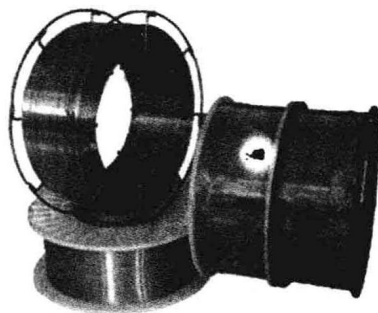

图 1-6 CO₂ 气体保护焊焊丝
(2) CO₂ 气体保护焊焊接过程中产生的熔渣极少, 多层多道焊时层间不必清渣。
(3) CO₂ 气体保护焊采用整盘焊丝(图 1-6), 焊接过程中不必更换焊丝, 因此减少了停弧更换焊条的时间, 既节省了填充金属(没有焊条头的丢失), 又减少了引燃电弧的次数, 大大降低了因停弧产生焊接缺陷的可能性。